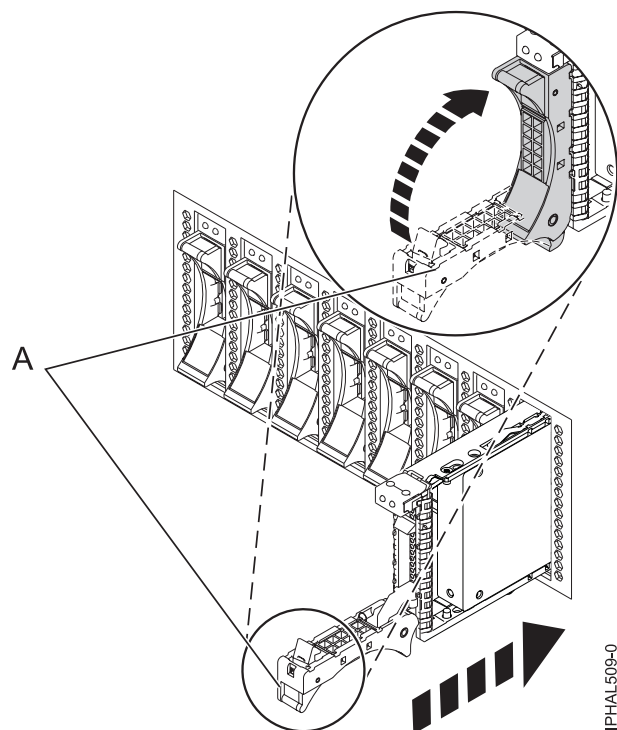

Figure 25. Remplacement d'une unité de disque dans l'unité centrale
- Lorsque le voyant d'identification clignote, faites glisser complètement l'unité de disque ou l'unité SSD dans l'unité centrale ou dans une unité d'extension, et poussez complètement la poignée (A) de l'unité jusqu'à ce qu'elle se verrouille, comme indiqué à la figure 25, à la page 45.